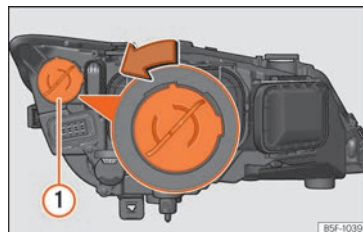

Fig. 108 Lámpara de luz de día.
- Gire el portalámparas » » » fig. 108 ① a la izquierda y tire.